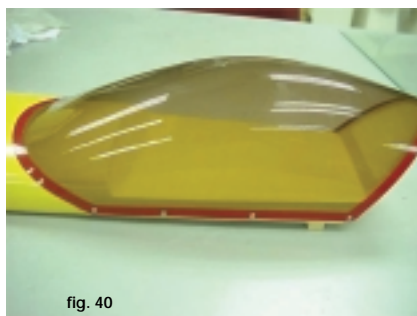

fig. 40
Cover the canopy edge with sticker and screw it with 9 (2x10) TP screws on the hatch, see fig. 40.
*Vijs deze met 9 (2x10) zelftappende vijzen op de romp, zie fig. 40.*
Appliquez l'autocollant sur le contour de la verrière et fixez-la sur le fuselage à l'aide des 9 vis autotaraudeuses (2x10mm). voir fig. 40.